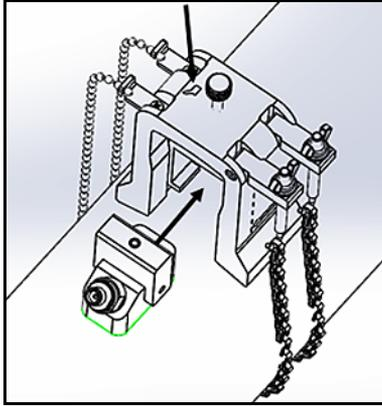

Figure 41 : insérez le transducteur dans l'étrier
8. Desserrez la vis d'étrier. Ensuite, appliquez le milieu de couplage sur la face du transducteur puis insérez le transducteur dans l'étrier, comme illustré dans la *Figure 41* ci-dessous.